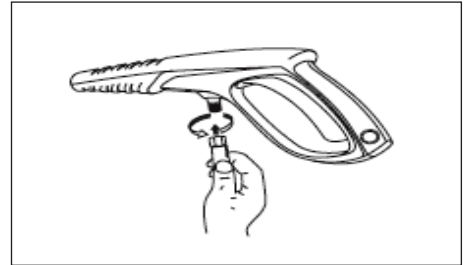

Figura 9 - Conecte la manguera de alta presión a la pistola
7. Conecte la manguera de alta presión a la pistola (ver la figura 9).